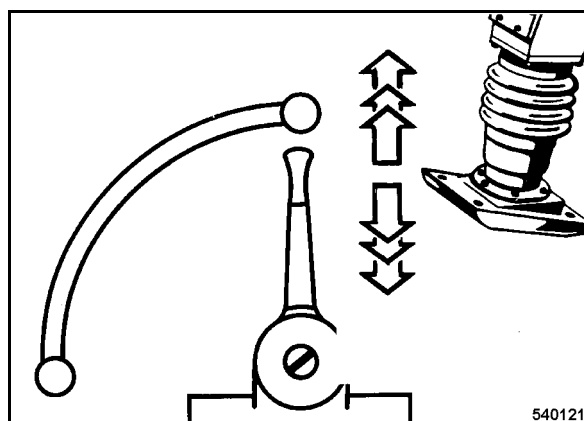

рис. 16
- Установить рычаг управления частотой вращения (рис. 16) в положение "MAX".